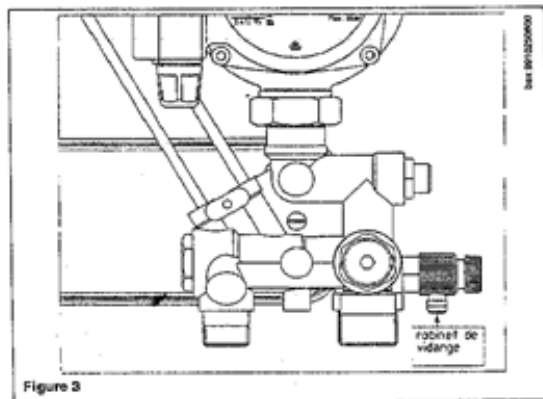
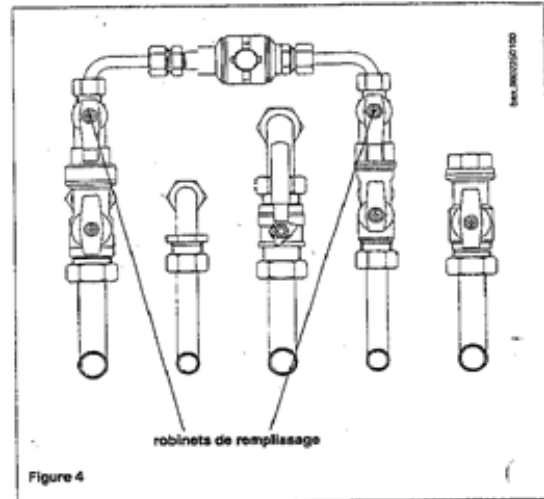

Figure 3
Figure 4
Important: Vérifiez périodiquement que la pression lue sur le manomètre (12) lorsque l'installation est froide soit de 0,5 - 1 bar. En cas de surpression, manœuvrez le robinet de vidange de la chaudière (figure 3). Si la pression est inférieure, manœuvrez simultanément les robinets de remplissage de la chaudière (figure 4).